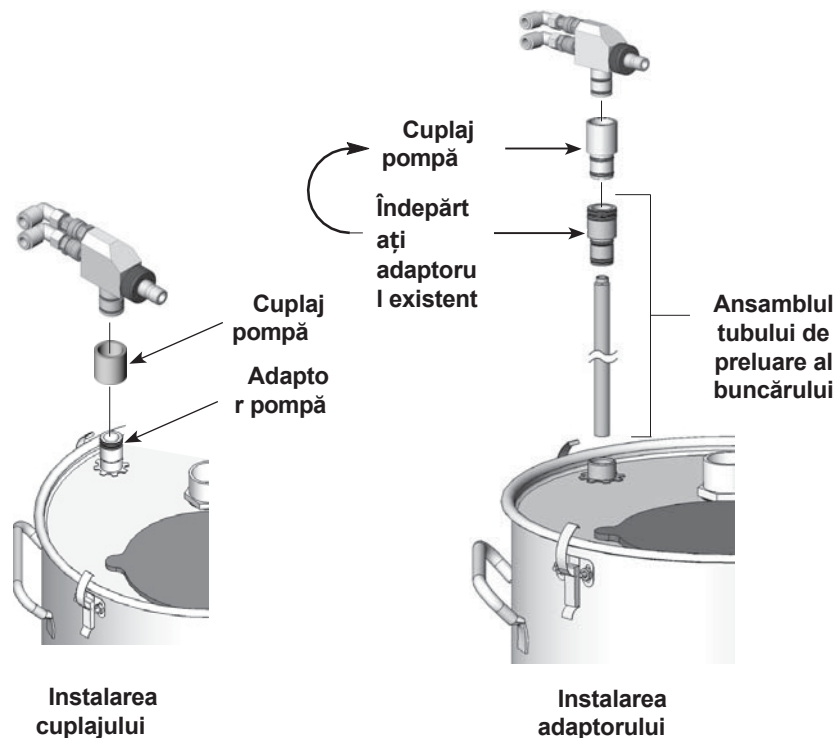

Figura 2 Instalarea pompei pe buncărul de alimentare
A se vedea figura 2.
**Toate celelalte sisteme VBF:** Consultați Figura 2, Instalarea cuplajului. Instalați cuplajul pompei peste adaptorul pompei tubului de preluare cu o ușoară mișcare de răsucire. Instalați pompa în cuplaj cu o ușoară mișcare de răsucire.